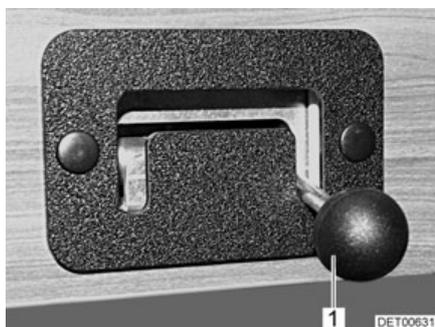
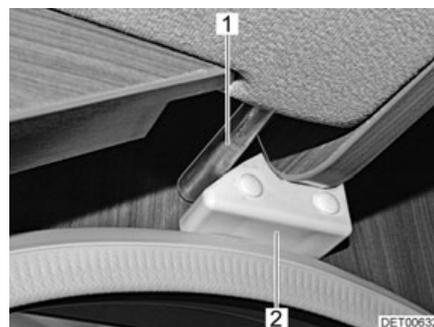

Fig. 99 Palanca de bloqueo
Fig. 100 Bloqueo
- Empujar la palanca de bloqueo (Fig. 99,1) hacia arriba, desplazarla hacia el centro del vehículo y volver a llevarla hacia abajo. Se ha soltado el bloqueo.
- Empujar la palanca de bloqueo (Fig. 99,1) hacia arriba, desplazarla hacia el lado del vehículo y volver a llevarla hacia abajo. En esto, fijarse en que la barra de bloqueo (Fig. 100,1) engrane detrás del bloque de retención (Fig. 100,2) en la pared interior del vehículo.